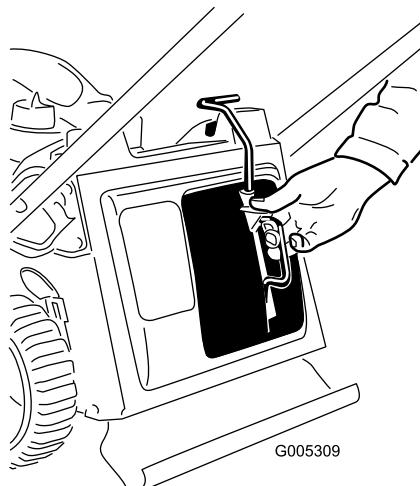

Bild 30
- Setzen Sie den Mulchverschluss ein (Bild 30).